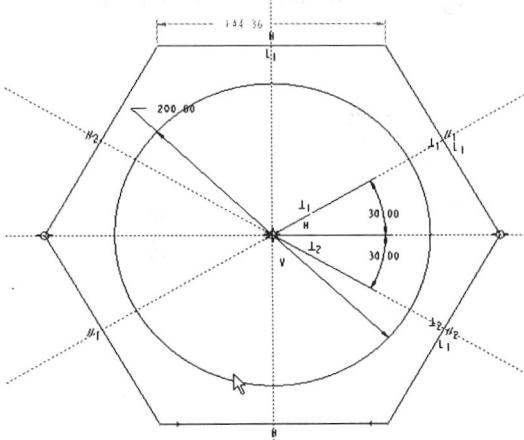

图 1-16 正六边形
**Step8** 单击“草绘器工具”工具栏“约束”面板中的“镜像”按钮 $\leftrightarrow$ ，选择竖直中心线，然后选择点4和点5，系统进行运算后使两点关于竖直中心线对称，完成正六边形的绘制。正六边形的中心位于圆心上，如图 1-16 所示。这时如果再给图元增加约束，系统将会提示约束冲突，要求用户删除一个原有约束或撤销当前约束。